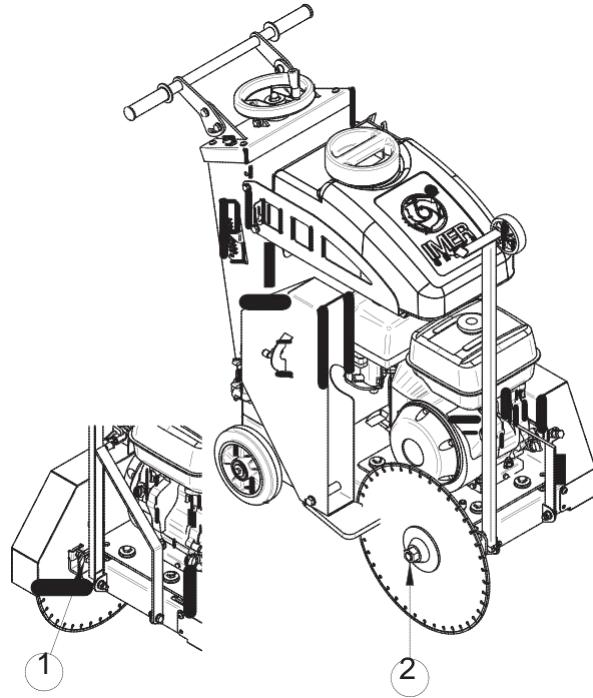

Fig.3
**10- DEMONTAREA SI REMONTAREA DISCULUI DE TAIERE (FIG.3)**
Utilizați cărma de mână pentru ridicare pentru a duce discul la înălțimea maximă. Slăbiți șurubul Fig.3 Ref.1, ridicăți protecția discului de tăiere și slăbiți piulița Ref.2 cu cheia de piulițe CH 32 (inclusă în furnitură).